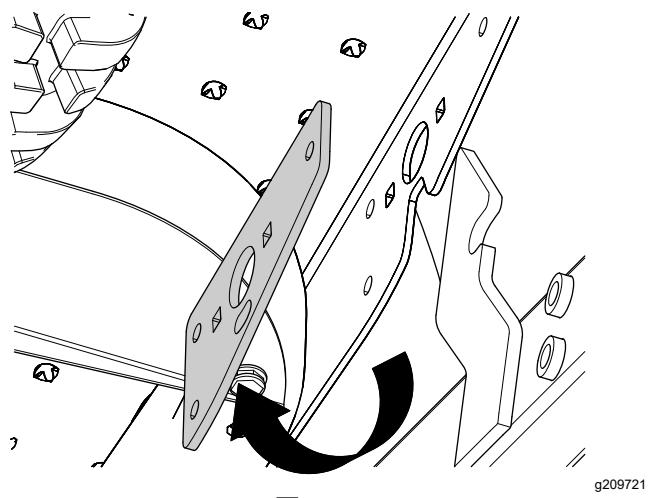

图 8
5. 在脚踏板凸缘的内侧将枢轴支架中的 3 个孔与凸缘中的 3 个孔对齐 图 8。